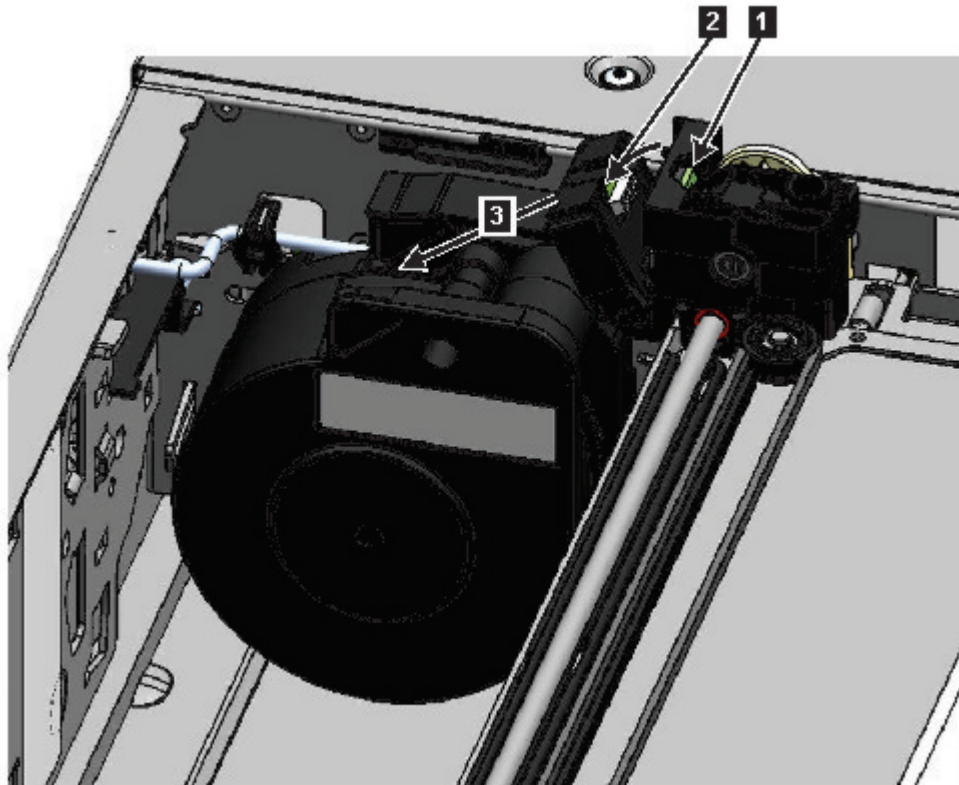

Abbildung 74. Spooling-Kabel entriegeln und in Vorrichtung ablegen
7. Drücken Sie oben auf dem Zugriffsmechanismus an der Stelle, an der das Spooling-Kabel angeschlossen wird, auf die Verriegelung ( **1** in Abb. 74) und drehen Sie dann das Teil nach außen, das das Spooling-Kabel hält ( **2** ).
8. Heben Sie das Spooling-Kabel aus dem Zugriffsmechanismus und legen Sie es in seiner Vorrichtung oben auf dem Spooling-Mechanismus ( **3** in Abb. 74) ab.